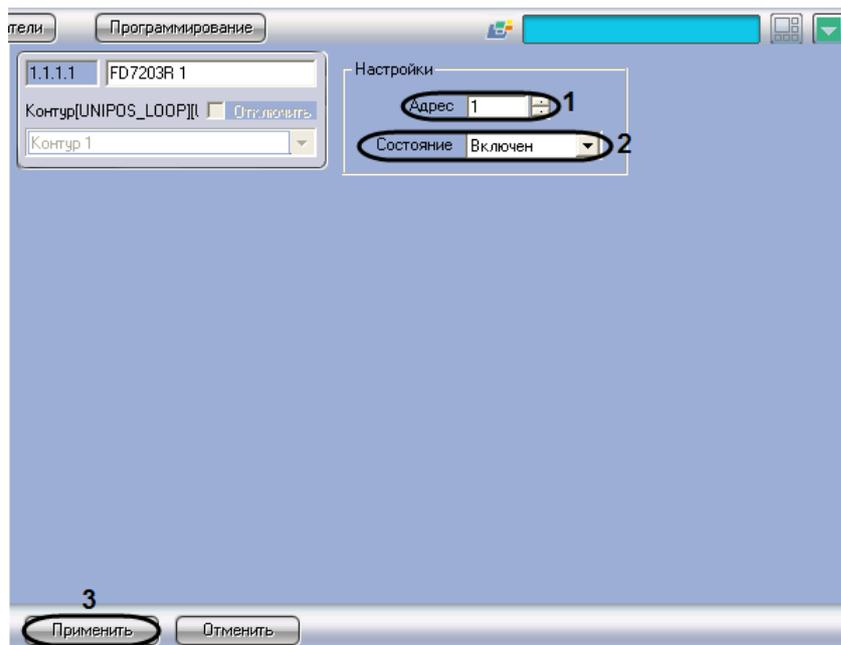

Рис. 3.6-11 Задание параметров адресного модуля FD7203R
1. Перейти на панель настройки объекта **FD7203R** (Рис. 3.6-11).
2. В поле **Адрес** ввести с помощью кнопок **вверх-вниз** адрес модуля *FD7203R* в CAN-сети *ОПС Unipos* (см. Рис. 3.6-11, **1**).
3. Из раскрывающегося списка **Состояние** выбрать состояние (**включен/выключен**) модуля *FD7203R* (см. Рис. 3.6-11, **2**).
4. Для сохранения настроек во внутренней базе данных ПК *Интеллект* нажать кнопку **Применить** (см. Рис. 3.6-11, **3**).